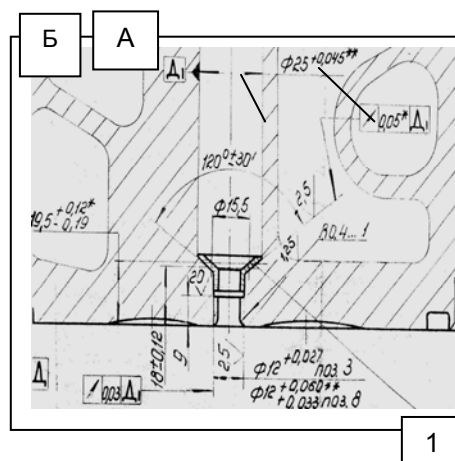

Рис. 3.16 – Установка пяты форсунки
1. На посадочный конус отверстия под форсунку запрессовать пяту (1) (рис. 3.16) с помощью оправки, обеспечив размер от среднего диаметра посадки $\varnothing 15,5$ мм (А) до привалочной плоскости головки – 19,5 мм (Б);